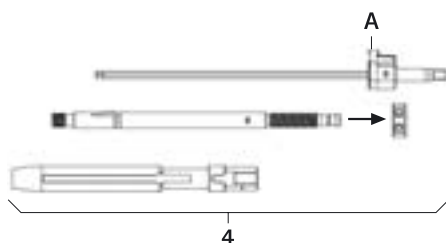

Fig. 1
- Démontage du levier de réduction 4, voir Fig. 1: appuyer fortement sur le bouton A et retirer le tournevis FW234R.